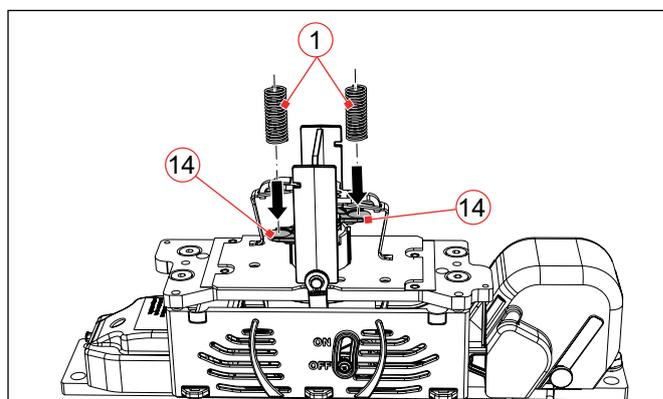
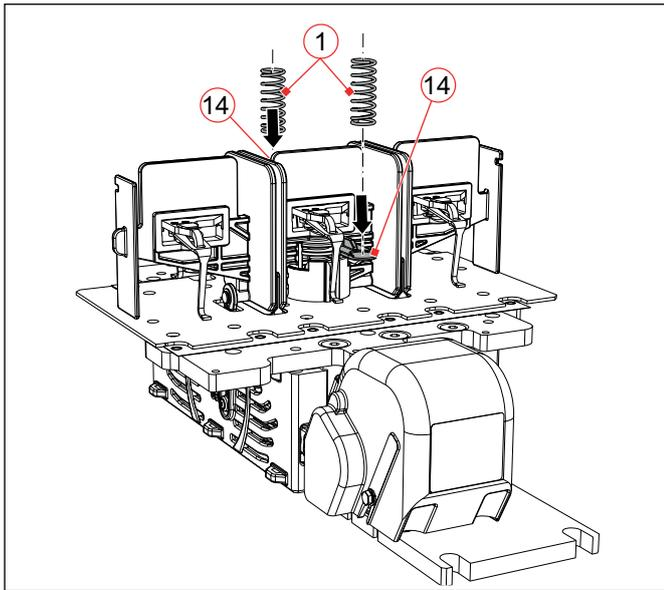
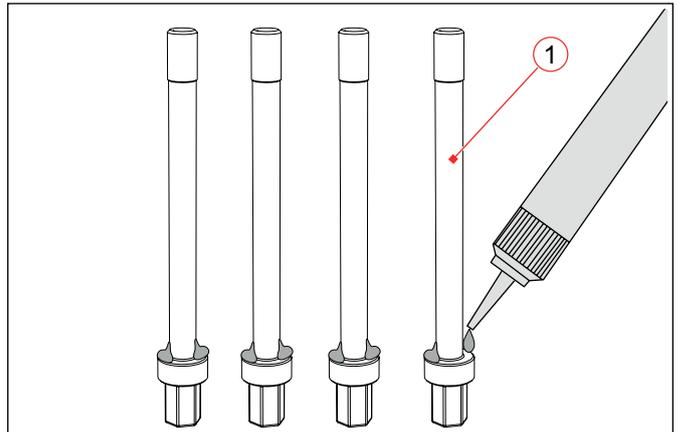

Abb. 46: CA 1115/CA 1130: Kontaktbrücke montieren – Rückstellfedern einsetzen
Abb. 47: CA 1315/ CA 1330: Kontaktbrücke montieren – Rückstellfedern einsetzen
Abb. 48: Nur bei CA 1115/04 und CA 1315/04: Kunststoff-Spezialschrauben mit Spezialkleber benetzen
- ▶ Sicherstellen, dass die beiden Rückstellfedern in die Aufnahmen am Kontaktbrückenträger eingesetzt sind. Siehe *Abb. 46* und *Abb. 47*.
- ▶ Die neue Schalteinheit (2) vorsichtig aufsetzen. Dabei darauf achten, dass die Rückstellfedern nicht aus den Aufnahmen fallen.
- ▶ Sicherstellen, dass die beiden Rückstellfedern (1) in die Aufnahmen (14) am Kontaktbrückenträger eingesetzt sind. Siehe *Abb. 46* und *Abb. 47*.
- ▶ Die 4 Kunststoff-Spezialschrauben (1) gemäß *Abb. 48* mit Spezialkleber (Typ Weicon Contact VA250 black oder vergleichbares Produkt) benetzen.
- ▶ Die neue Schalteinheit (2) mit den Kunststoff-Spezialschrauben (1) anschrauben und mit einem Drehmoment von 1 Nm festziehen.